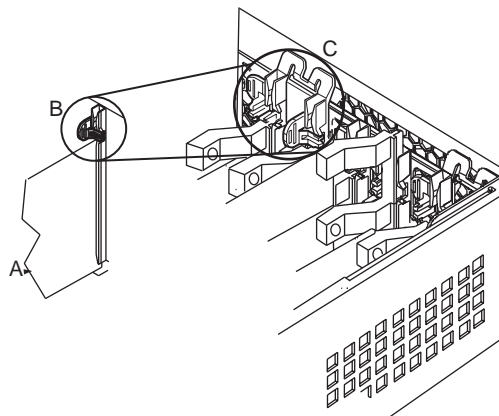

図4-5 背面ラッチ
アドインボードの背面は、フルサイズのボードの場合のみ、背面ラッチによって固定されています。背面保持ラッチについては、図4-5を参照してください。
8. フルサイズのボードを取り外す場合は、背面ラッチを外します (100ページの図4-5を参照してください)。
12. フルサイズのボードを取り付ける場合は、背面保持ラッチをロックします (100 ページの図 4-5 を参照してください)。